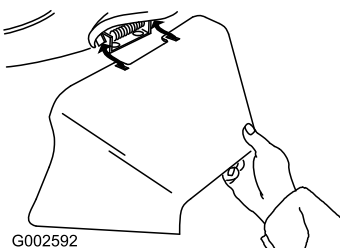

Рисунок 32
3. Установите боковой желоб для выброса и закройте дверцу на желобе (Рисунок 32).